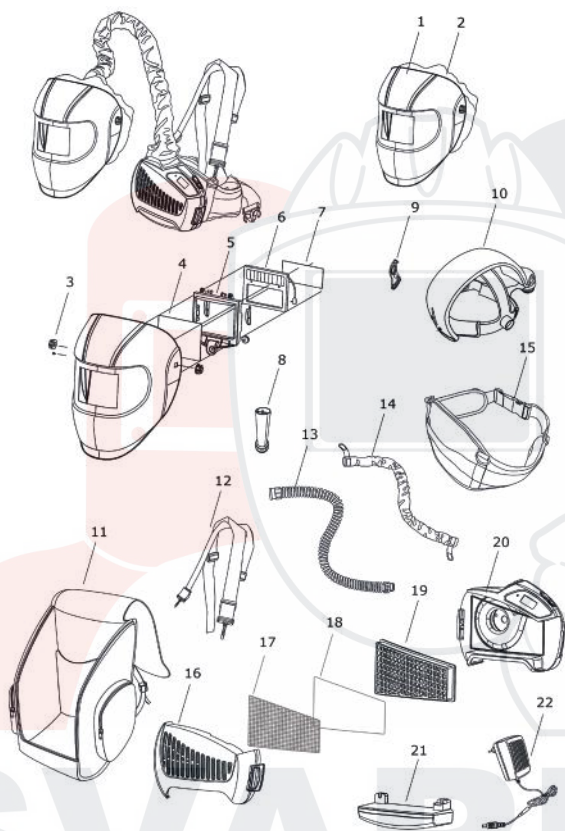

Рис. 2.
Внешний вид устройства в сборе с маской, полная комплектация маски и устройства подачи воздуха представлены на рис. 2.
2. Блок подачи воздуха поставляется в сборе, так же как и корпус маски. Соедините с помощью фиксаторов и гаек корпус маски с наголовником. Закрепите блок подачи воздуха и двойную лямку на ремне, затем к отверстию блока подачи воздуха подсоедините воздухопроводную трубку в кожу. Свободное отверстие воздухопроводной трубки подключается к воздуховоду сварочной маски (рис. 2).